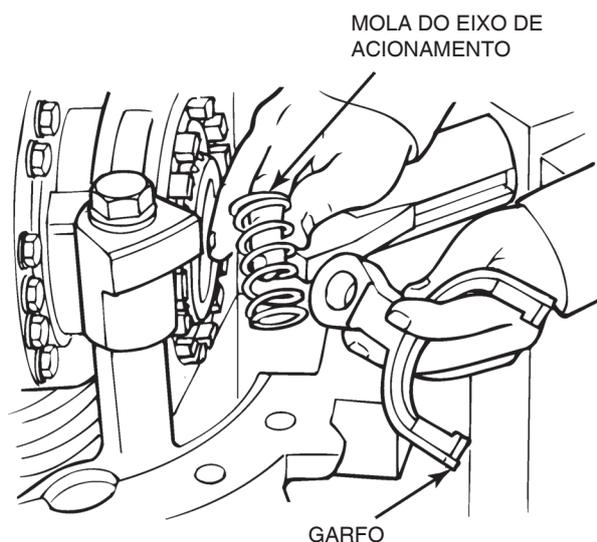

Figura 6.11
10. Remova a mola do eixo de acionamento do garfo de travamento da caixa do diferencial. Figura 6.11.